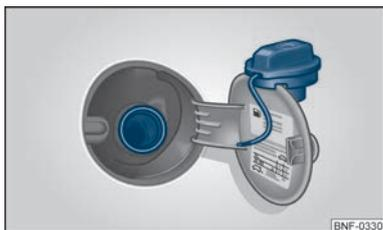

Abb. 89 Tankklappe mit abgeschraubtem Tankverschluss
Ihr Fahrzeug kann nur mit **bleifreiem Benzin**, das der Norm **EN 228** entspricht, betrieben werden (in Deutschland auch **DIN 51626 - 1** bzw. **E10** für bleifreies Benzin mit der Oktanzahl **95 ROZ** und **91 ROZ** oder **DIN 51626 - 2** bzw. **E5** für bleifreies Benzin mit der Oktanzahl **95 ROZ** und **98 ROZ**). Die Information, welche ROZ Ihr Motor benötigt, finden Sie auf der Innenseite der Tankklappe ⇒ Abb. 89.
- Drehen Sie den Tankverschluss linksherum heraus und stecken Sie ihn von oben auf die Tankklappe ⇒ Abb. 89.